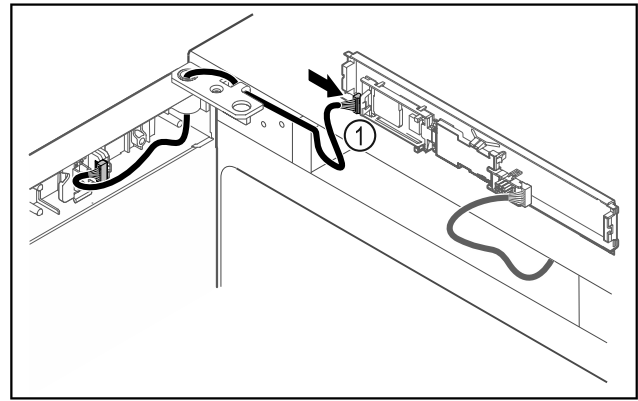

Fig. 50
- Aseta pistoke Fig. 50 (1) levyyn.